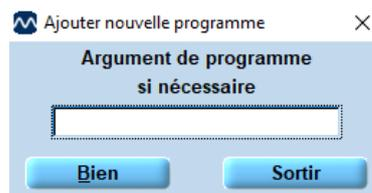

Figure 24
4. La fenêtre suivante apparaîtra. Si un argument de programme est requis, saisissez le code ici et cliquez sur **Bien** (Figure 24).